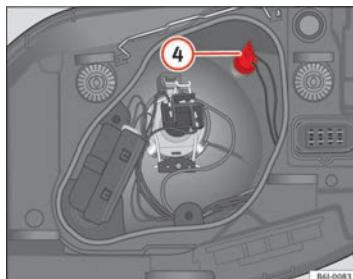

Fig. 147 Luz de posición
- Extraiga el portalámparas **④** **⇒ fig. 147** hacia fuera.